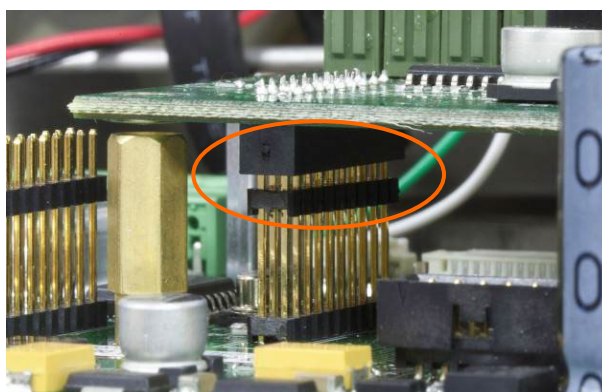

Figura 5-22: Alineación de las patillas de la tarjeta opcional
2. Presione suavemente la tarjeta opcional de manera que todas las patillas en el conector de la tarjeta principal se deslicen dentro del conector en la parte inferior de la tarjeta opcional. Cuando está instalada correctamente, cada patilla se inserta en un orificio correspondiente en el conector. Consulte la Figura 5-22.